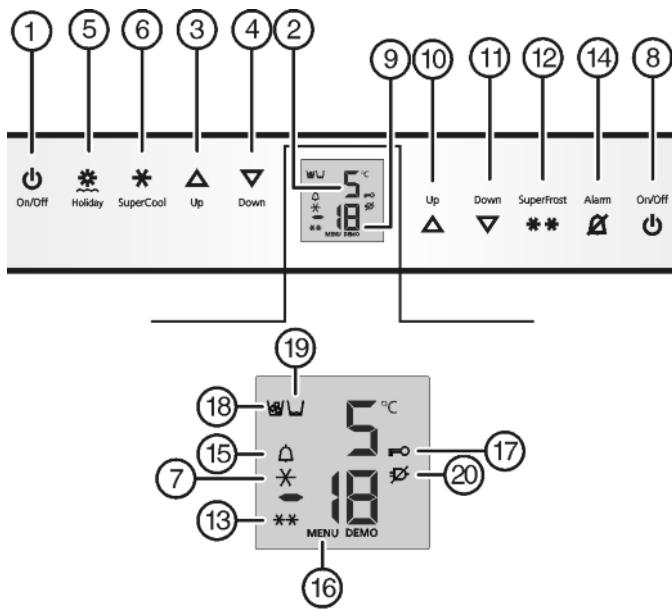

Fig. 2
- Нажмите кнопку On/Off морозильного отделения Fig. 2 (8).
- Нажмите кнопку On/Off холодильного отделения Fig. 2 (1).
- Активация режима настройки: удерживайте кнопку SuperFrost Fig. 2 (12) прибл. 5 секунд.
- ▷ Символ меню *Fig. 2 (16)* горит.
- ▶ Коротко нажмите кнопку *SuperFrost Fig. 2 (12)* для подтверждения.
- ▶ Для включения защиты от детей коротко нажмите клавишу *SuperFrost Fig. 2 (12)*.
- ▷ Символ "Защита от детей" *Fig. 2 (17)* горит. На индикации мигает **c**.
- ▶ Для выключения защиты от детей коротко нажмите клавишу *SuperFrost Fig. 2 (12)*.
- ▷ Символ защиты от детей *Fig. 2 (17)* гаснет. На индикации мигает **c**.
- ▶ Выход из режима настройки: нажмите кнопку On/Off морозильного отделения *Fig. 2 (8)*.
- ▶ Нажмите кнопку *Alarm Fig. 2 (14)*.
Одновременно мигает индикация температуры и символ тревоги *Fig. 2 (15)*.
Звуковой сигнал выключается автоматически, символ аварийного сигнала *Fig. 2 (15)* выключается и индикатор температуры перестает мигать, если температура снова становится достаточно низкой.